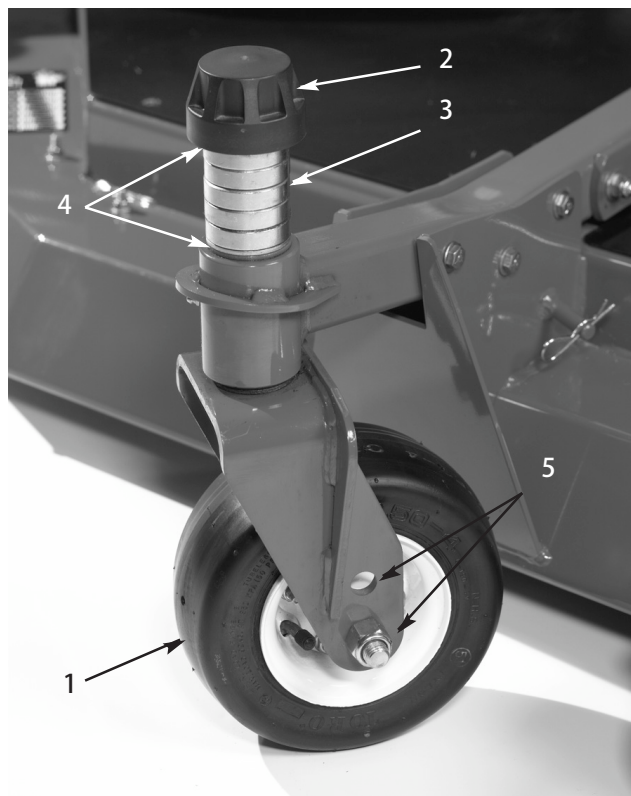

図 6
3. スピンドル・シャフトからテンショニング・キャップを取り (図6)、キャスタ・アームからスピンドルを抜き出す。シム (3 mm) を2枚スピンドルのシャフトに通す (当初の状態と同じに)。これらのシムは、デッキ全体の左右の水平調整に必要となる。希望する刈高に必要な枚数のスペーサ (13 mm厚) をスピンドル・シャフトに通し、その上からワッシャを取り付ける。